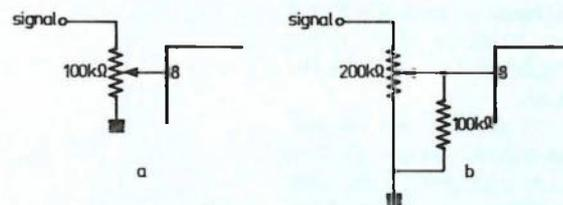

Figure 6
trouve relié à la broche 8 et les extrémités respectivement à la masse et à l'entrée signal (figure 6). Si la résistance est déjà en place, ou que vous ne voulez pas changer le circuit imprimé, on peut laisser cette résistance et la doubler
- figure 6**